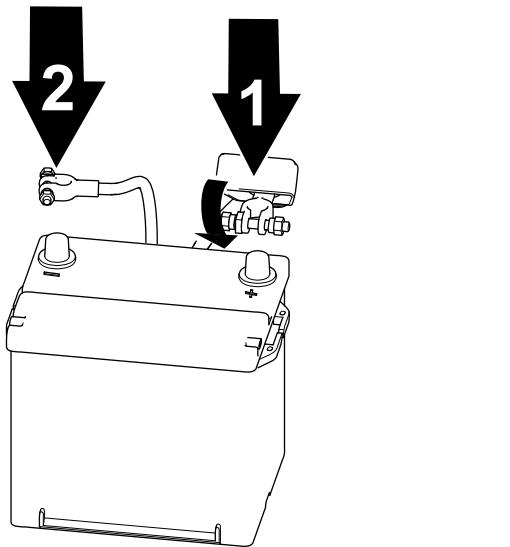

Figure 6
1. Branchez le câble positif à la borne de la batterie (Figure 6).
2. Branchez le câble négatif à la borne de la batterie (Figure 6).